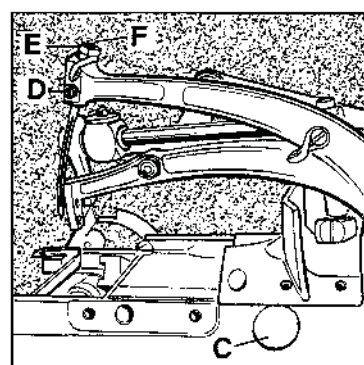

Fig.7
If adjustment is required remove plug (C, Fig. 7). Set screw for looper shaft is accessible through this hole. Loosen the screw and move the looper shaft to the right or to the left to obtain the 4 mm (5/32") respectively the 3.6 mm (9/64") distance. The looper point should pass as close as possible to the back of the needle without contacting it. Clearance 0.08 to 0.13 mm (0.003 to 0.005 in.). Retighten screw and remount the plug.
If adjustment is necessary, loosen set screw (D, Fig. 7) and remove needle, then loosen lock nut (E) and regulate the height adjustment screw (A). Now reset stop screw (B) in feed dog to maintain the adjusted feed dog height.
Ist eine Einstellung notwendig, entfernen Sie den Verschußstopfen (C, Fig. 7). Durch diese Bohrung ist die Befestigungsschraube für die Greiferwelle zugänglich. Lösen Sie die Schraube und schieben Sie die Greiferwelle nach rechts oder links, bis der Abstand 4 bzw. 3,6 mm erreicht ist. Die Greiferspitze soll so dicht wie möglich hinter der Nadel vorbei gehen, ohne diese zu berühren (0,08 - 0,13 mm Abstand). Ziehen Sie die Schraube wieder an und montieren Sie den Verschußstopfen.
Ist eine Einstellung notwendig, lösen Sie die Befestigungsschraube (D, Fig. 7) und entfernen Sie die Nadel; dann lösen Sie die Mutter (E) und regulieren die Höhen-Einstellschraube (F) entsprechend auf die richtige Nadelhöhe. Ziehen Sie die Mutter (E) wieder an, damit diese Einstellung erhalten bleibt.